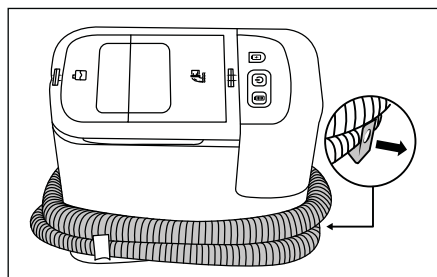

Fig. 10
- ◆ Retire o suporte de mangueira 15 do aparelho. Coloque a mangueira de pulverização/aspiração 19 à volta do aparelho, utilizando os suportes de mangueira 15/16 (ver fig. 10).